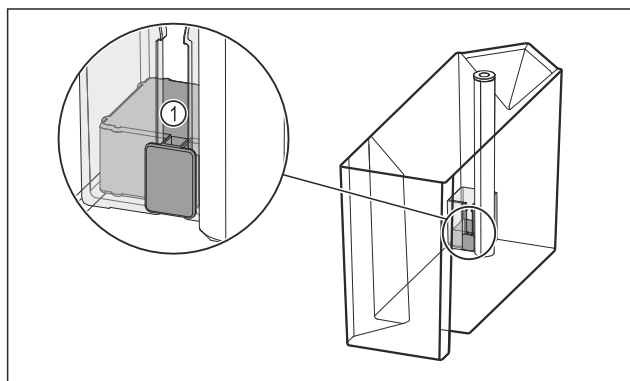

Fig. 100
- ▶ Compruebe que el flotador Fig. 100 (1) no esté atascado. Si el flotador está atascado: